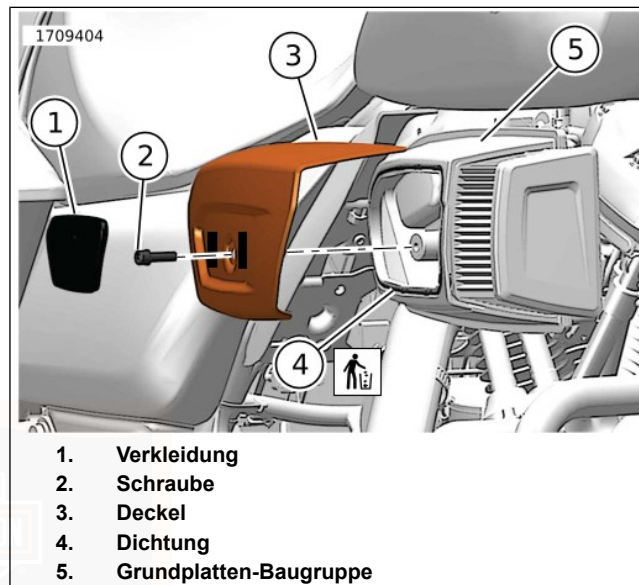
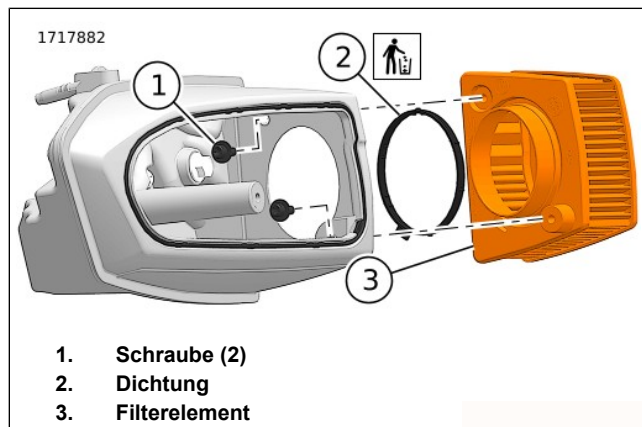

Abbildung 125. Luftfilterabdeckung
Abbildung 126. Luftfiltereinsatz
1. Siehe Abbildung 125. Die Luftfilterabdeckung entfernen.
- a. Die Zierblende (1) mit einem keine Schäden verursachenden Werkzeug von der Abdeckung (3) trennen.
- b. Die Schraube (2) entfernen.
- c. Deckel entfernen (3).
2. Siehe Abbildung 126. Den Luftfiltereinsatz entfernen.
- a. Die Schrauben (1) entfernen.
- b. Den Luftfiltereinsatz (3) entfernen.
- c. Entfernen Sie das Siegel (2). Auf Schäden oder Verschleiß prüfen. Bei Bedarf austauschen.
1. Siehe Abbildung 125. Prüfen Sie die Dichtung (4) auf Beschädigungen oder Verschleiß. Bei Bedarf austauschen.
- a. Beim Austausch der Dichtung die Nut in der Grundplatten-Baugruppe (5) von allen Ölresten und Ablagerungen reinigen.
2. Siehe Abbildung 126. Den Luftfiltereinsatz anbringen.
- a. Die Lasche an der Dichtung (2) an der Einkerbung am Filterelement (3) ausrichten. Dichtung einbauen.
- d. Die Schrauben (1) einbauen. Festziehen.
3. Siehe Abbildung 125. Die Luftfilterabdeckung anbringen.
- a. Abdeckung (3) anbringen.
- b. Schraube (2) einbauen. Festziehen.